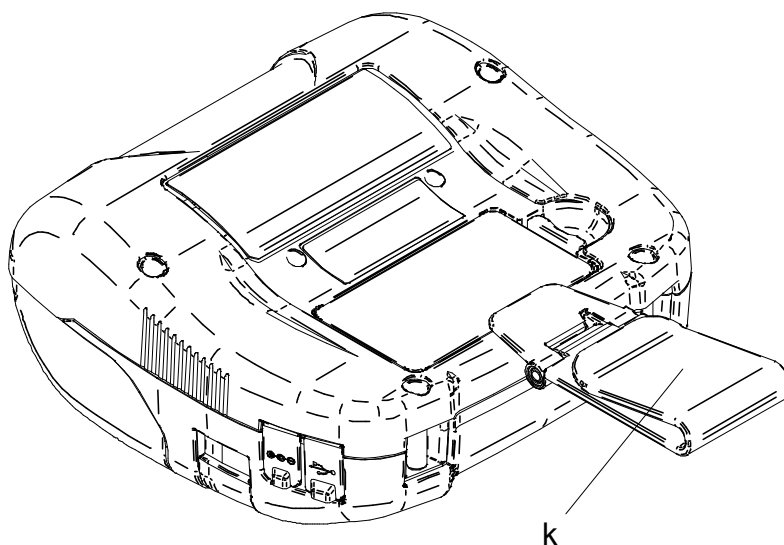

図 14-3 ベルトクリップの取り付け(3)
- ⑤ バッテリーパックをセットしてください。
⑥ 図 14-3のk部をベルトに引っ掛けて使用してください。